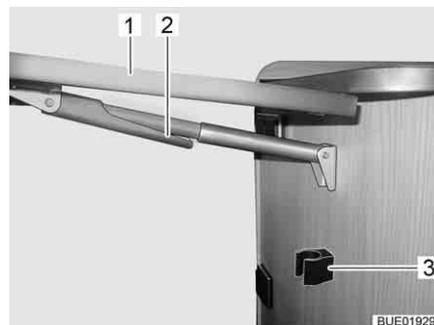

Bild 27 Fälla in klappbord till köksbänk
- Ta tag i klappbordet till köksbänk (Bild 27,1) yttre del och lyft det lätt uppåt. Med den andra handen svänger du fixeringen (Bild 27,2) vid teleskopfästet nedåt.
- Fäll bordsskivan nedåt tills teleskopfästet hakar fast i fästet (Bild 27,3).